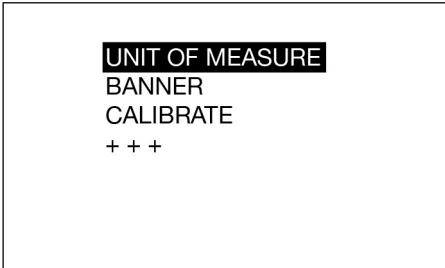

FIG. 18
9. Tras seleccionar FIN, aparecerá la pantalla siguiente (FIG. 18).